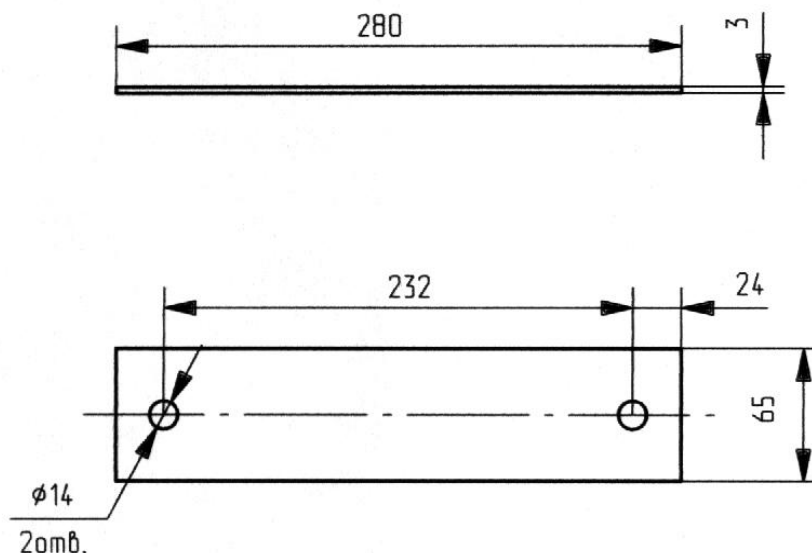

Рисунок 4. Пластина регулировочная.
-подобрать пакет регулировочных пластин (см. рисунок 4) толщиной "А", установить его между поперечиной и поддерживающей опорой и закрепить болтами поддерживающую опору на поперечине;